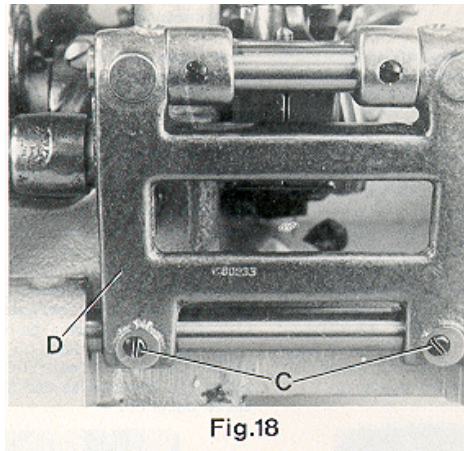

Fig.18
If an adjustment is necessary loosen the two set screws (C, Fig. 18) and move feed rocker (D) to the left or right as required. Retighten set screws.
Ist eine Einstellung notwendig, lösen Sie die Einstellstifte (C, Fig. 18) und schieben Sie den Transportantriebsrahmen (D) nach Bedarf nach links oder rechts. Ziehen Sie die Gewindestifte wieder an.